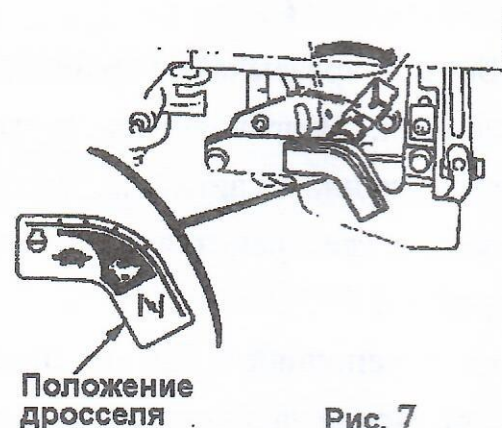

Рис. 7
2. Нажмите на рычаг дроссельной заслонки, расположенный на держателе регулятора в положение дросселя (рис.7).